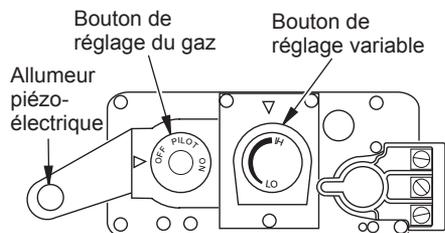

Figure 43 - Vanne de contrôle
5. Attendez cinq (5) minutes pour que tout le gaz se dissipe. Après, vérifiez si une odeur de gaz se dégage, surtout au niveau du sol. Si une odeur de gaz se dégage, **ARRÊTEZ!** Suivez la partie « B » de l'information relative à la sécurité ci-dessus. S'il n'y a pas d'odeur de gaz passez à l'étape suivante.
7. Tournez le bouton de réglage du gaz dans le sens inverse des aiguilles d'une montre jusqu'à la position **VEILLEUSE** (voir figure 43).
8. Poussez le bouton de réglage du gaz jusqu'au bout et maintenez-le enfoncé. Allumez immédiatement la veilleuse en appuyant à plusieurs reprises sur l'allumeur par étincelle piézo-électrique jusqu'à ce qu'une flamme apparaisse. Continuez de maintenir le bouton enfoncé pendant une (1) minute après l'allumage de la veilleuse. Relâchez le bouton de réglage de gaz qui se remettra automatiquement en place. La veilleuse devrait rester allumée. Si elle est éteinte, répétez les étapes 5 à 8.